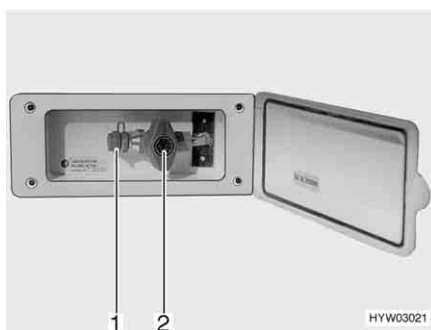

Fig. 83 Presa gas esterna, rubinetto di arresto del gas chiuso
La presa gas esterna si trova (Fig. 83) sul lato anteriore destro vicino al vano portabombole.
- Collegare l'apparecchio a gas esterno all'attacco (Fig. 83,1).
- Aprire il rubinetto di arresto del gas (Fig. 83,2).